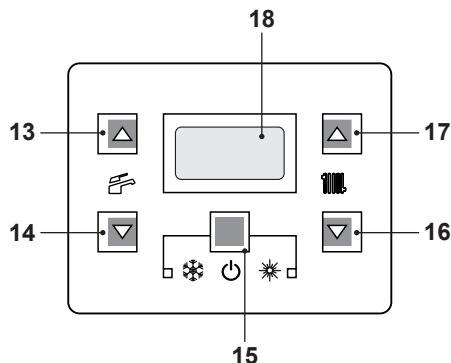
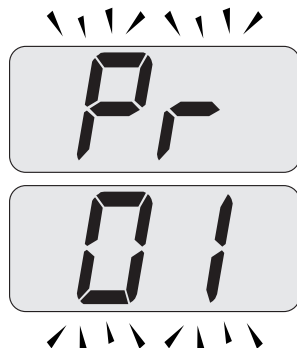

Figura 5.33
Figura 5.34
- Entrare in "modalità programmazione" premendo contemporaneamente per 10 secondi i tasti 15 - 16 - 17 (Figura 5.33) fino a far apparire sul display LCD le lettere **Pr** che si alternano con il codice **01**, indicanti l'entrata nel "parametro 01" (Figura 5.34).
- Premere contemporaneamente i tasti 15 e 17 (Figura 5.33) fino a far apparire sul display LCD il valore del parametro 17 (Figura 5.36).
- Premendo il tasto 15 (Figura 5.33) si ottiene la conferma del valore inserito.
- Premendo contemporaneamente i tasti 15 e 16 (Figura 5.33) si esce senza modificare il valore (ritorno alla lista parametri Figura 5.34).
- Premendo contemporaneamente per 10 secondi i tasti 15 - 16 - 17 (Figura 5.33) si esce dalla "modalità programmazione".